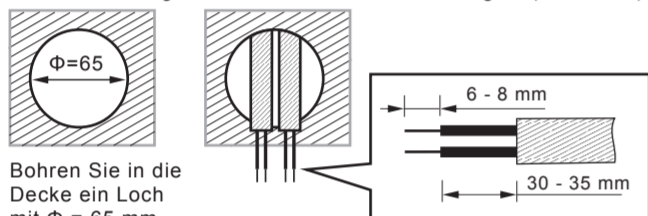

Abb. 10
4.4.2.1 Um den Bewegungsmelder zu montieren, bohren Sie ein Loch von 65 mm Durchmesser in die Deckenplatte und führen Sie das Stromkabel nach außen. Trennen Sie zur Verkabelung 6 - 8 mm der Kabelummantelung ab (s. Abb. 10).